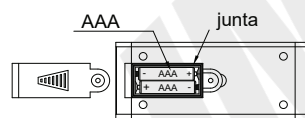

Fig.3
- Inserte dos pilas AAA como en la Fig.3, asegúrese de que la junta está en la ranura, instale la tapa de las pilas y apriete el tornillo de bloqueo.